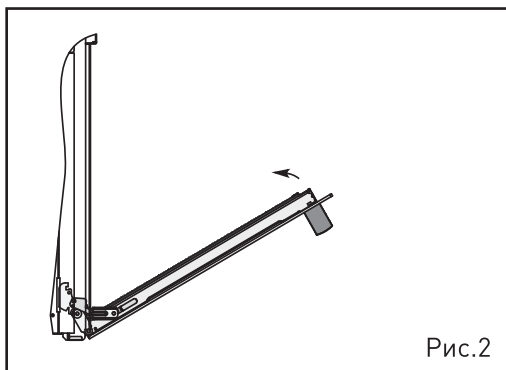

Рис.2
3. Прикройте дверцу до упора, не прикладывая усилия, пока фиксатор не зафиксирует шарнир (Рис.2).